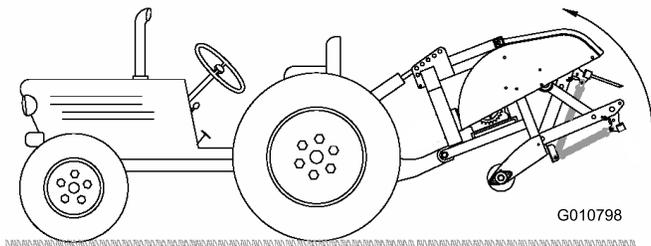

図 12
2. エアレータを一番高い位置まで上昇させ、油圧上部リンクの油圧シリンダ（または上部リンク）を完全に縮める（図 12）。